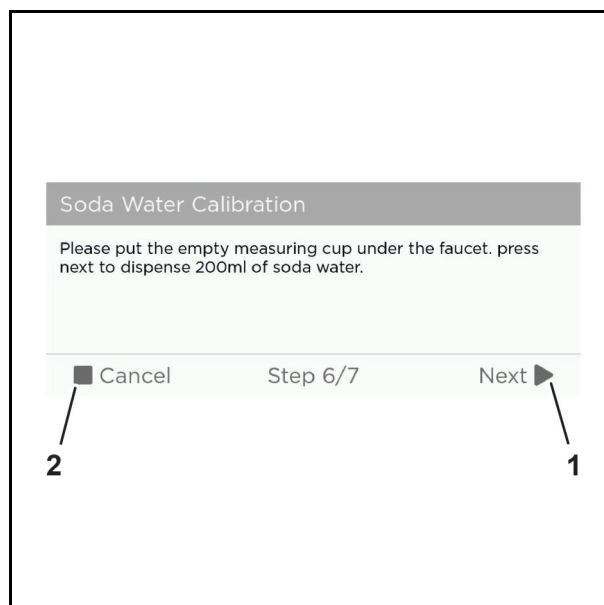

Abb. 62 Przykładowa grafika
15. Nacisnąć przycisk „Next” (dalej) (Abb. 62/1), aby kontynuować kalibrację lub „Cancel” (anuluj) (Abb. 62/2), aby anulować kalibrację.